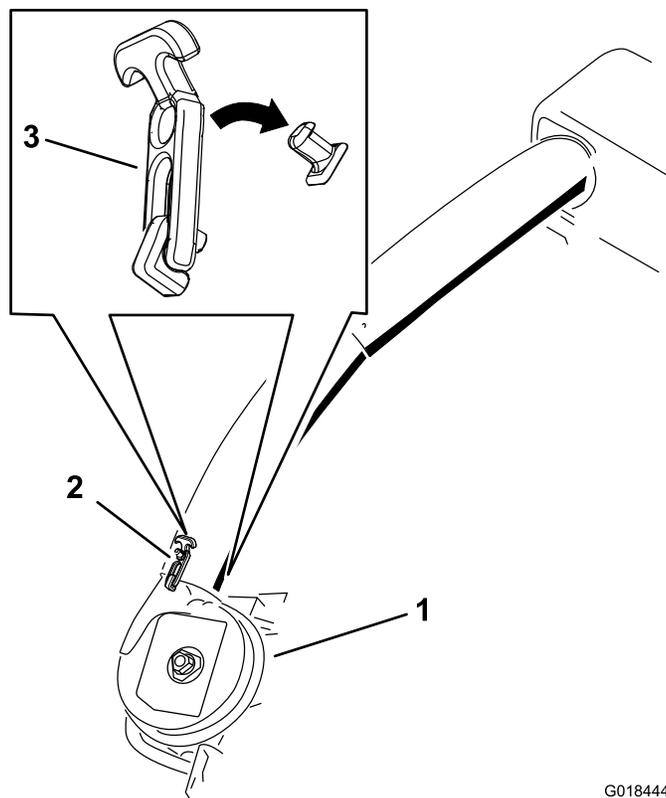

Figura 28
6. Utilice ambos cierres para sujetar el tubo inferior al conjunto del soplador (Figura 28).
21. Utilice ambos cierres para sujetar el tubo inferior al conjunto del soplador (Figura 28).